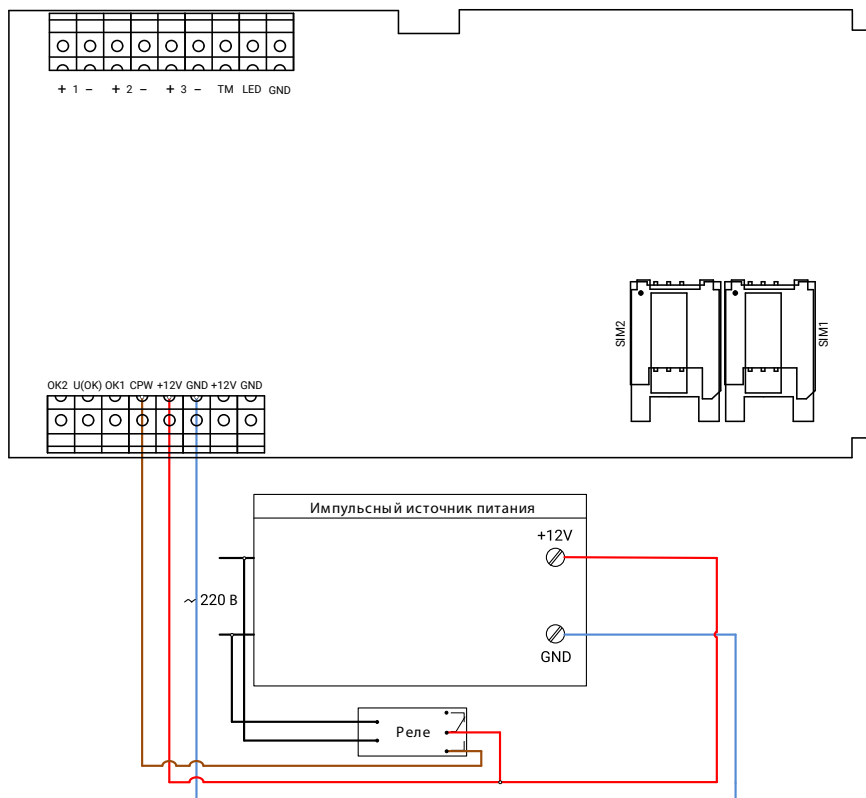

Рисунок 3. Схема подключения импульсного источника питания стороннего производителя
- При использовании импульсного источника питания - подключите клемму панели «CPW», используя реле (см. рис. 3).